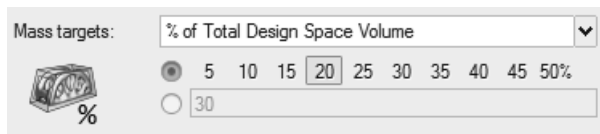

图 5-45
2) 将质量目标更改为设计空间总体积的 20%，如图 5-45 所示。